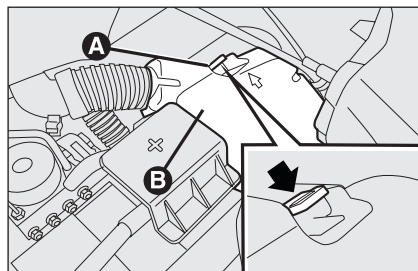

fig. 48
- agir sur l'ailette **A-fig. 48** et enlever le couvercle **B** de protection de la boîte de fusibles;